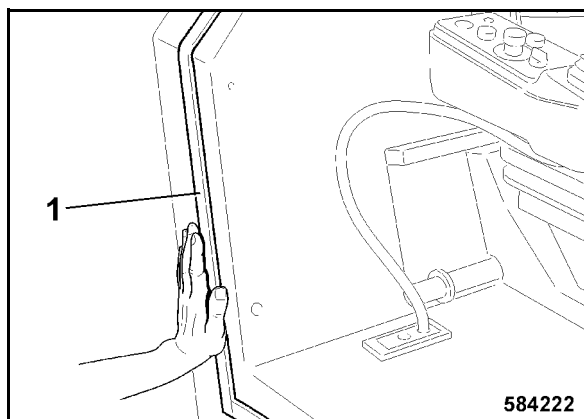

Fig. 236
- Pegar el perfil de obturación 1 (Fig. 236) sobre el borde del puesto de conductor.